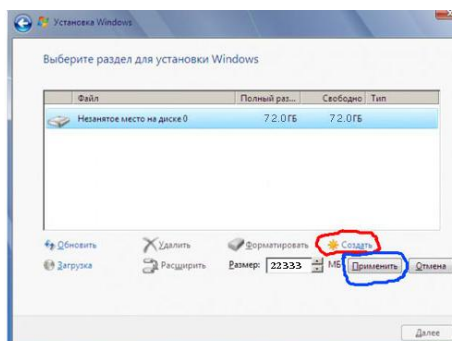

Рисунок 13 – Выбираем раздел установки ОС
6) Нажимаете **Создать**. Выбираете нужный размер (например, 22333 – это 21.8Гб) и нажимаете **Применить** (рисунок 13).